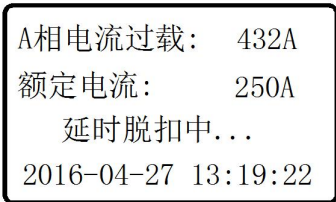

图 6-8
6.3.3 超负荷告警。出现当前任意相电流值超过额定电流值的 1.3 倍时，保护器自动显示告警参数，超负荷显示如图 6-8 所示。